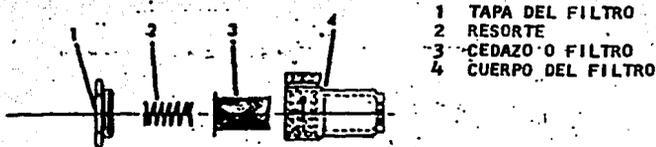

FIG. 8.13 FILTRO DE ACEITE
- 2.- Limpiar el filtro de aceite al compresor (55). (Ver fig. 8.13)